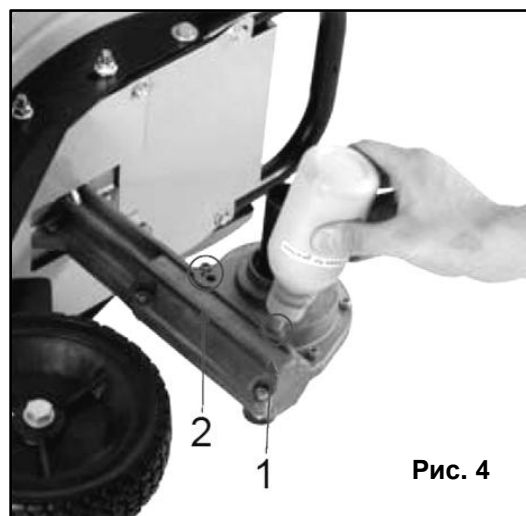

Рис. 4
- Заполняйте трансмиссию маслом (порядка 60-80 мл), пока оно не начнет выливаться из отверстия индикатора (2) (См. Рис. 4) при горизонтальном расположении устройства. Густые смазки подаются в редуктор под давлением воздуха, или после легкого предварительного нагрева.
- Добавьте больше смазки, пока трансмиссия не заполнится. Установите и затяните болт (1).